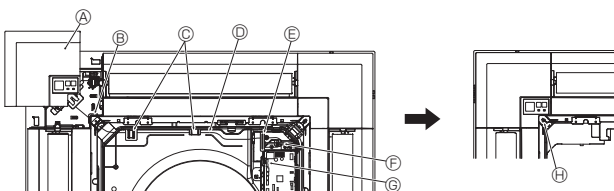

Fig. 9-9
9.4.5. Ազդանշանի ընդունիչի տեղադրումը (Fig. 9-9)